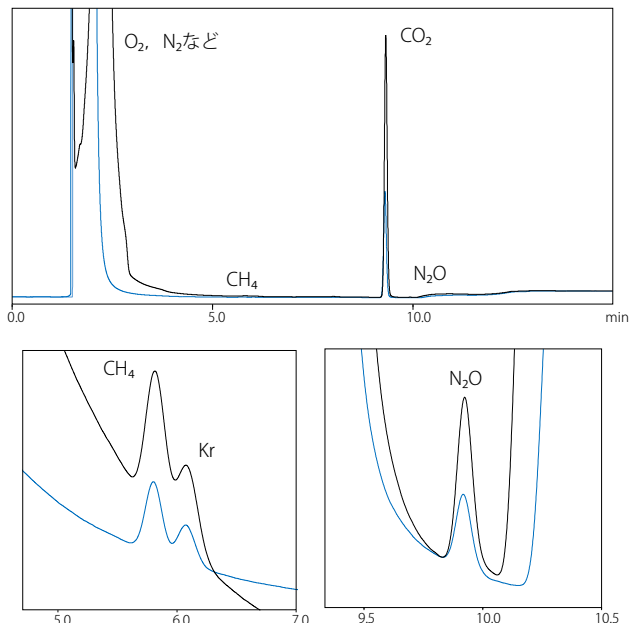

図2 大気分析結果クロマトグラム比較 上段：全体図 下段：拡大図
②BIDのsplitレス分析
N₂Oを高感度に検出したい場合には、splitレス分析により試料導入量を増やすことで、感度を上げることができます。図2に、①のsplit分析と比較したクロマトグラムを示しました。splitレス分析でもCH₄、CO₂、N₂Oを分離検出することができ、CH₄とN₂Oの面積値は①と比べて大きくなりました。O₂、N₂のベースラインやKrの影響により、CH₄とKrの分離度は0.76と低下しました。